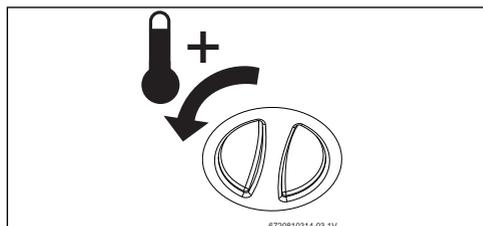

Fig. 10 Aumente la temperatura
- ▶ Ajustar el limitador de temperatura a la máxima temperatura. Para ello, gire el regulador de temperatura hacia la izquierda o derecha (ver modelo) hasta el tope (→ fig. 10 o 12).